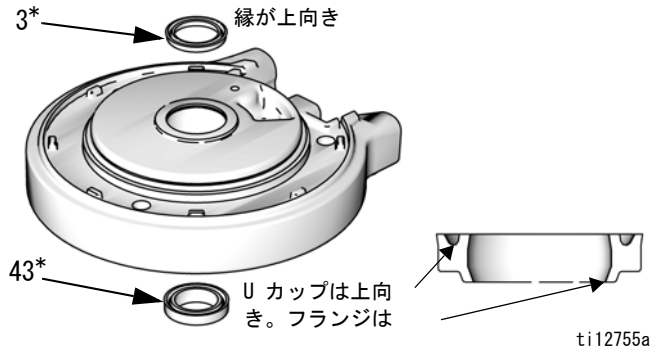

図 12: エアモーター U カップの取り付け
7. 図 12 を参照してください。新しいフランジ付き U カップシール (43*) を潤滑して、下部カバー (1) のベアリングの下部に取り付けます。U カップは上向きで、フランジは下向きである必要があります。新しい U カップシール (3*) を潤滑して、ベアリングの上部に取り付けます。縁は上向きである必要があります。
② 潤滑油を塗ります。
③ U カップは上向きです。フランジ（下部のシールのみ）は下向きです。図 12、15 ページを参照してください。